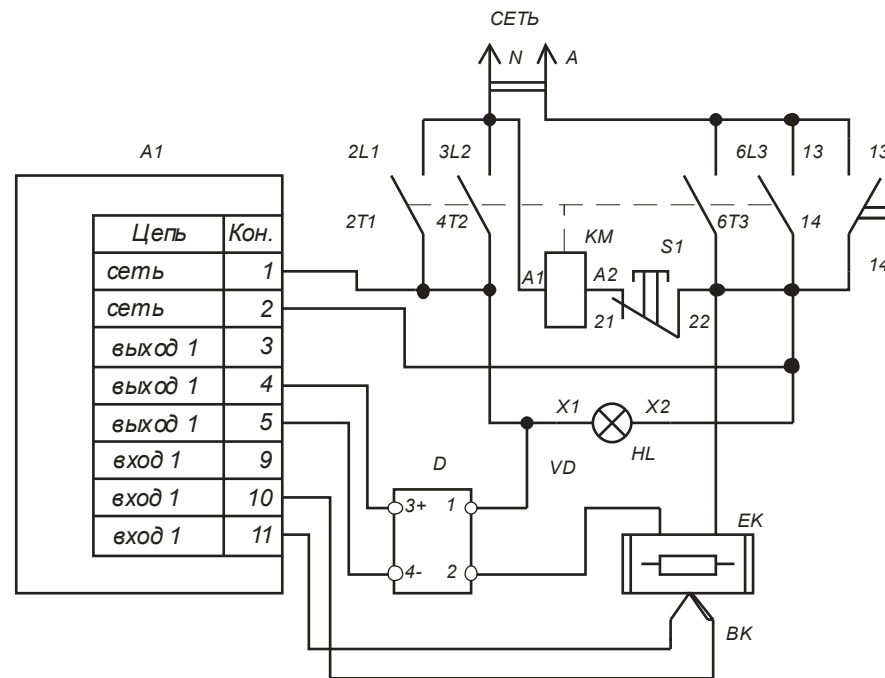

Рис.2. Схема электрическая принципиальная.
4.10. В состав схемы электрической принципиальной (рис.2) входит магнитный пускатель, управляемый кнопкой "I-O" ("ПУСК-СТОП") со встроенным световым индикатором, служащий для подачи/снятия напряжения сети на нагрузку, полупроводниковый силовой ключ, в качестве которого использовано твердотельное реле, предназначенное для широтно-импульсного управления напряжением, подаваемым на нагревательную спираль. Коммутация напряжения производится в моменты перехода сетевого синусоидального напряжения через значение, близкое к нулю, таким способом достигается минимизация уровня высокочастотных помех при регулировании мощности.